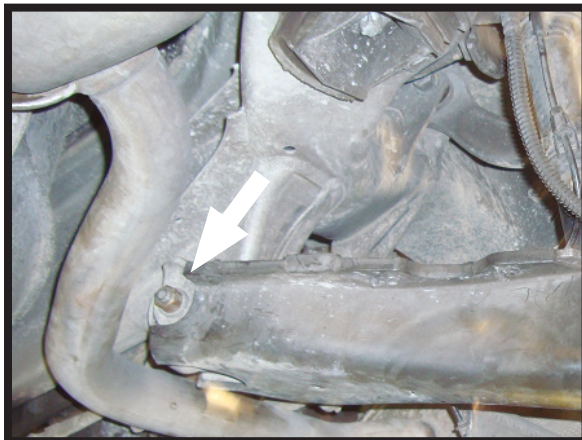

FIGURA 15
14. ALLENTARE IL DADO DEL BRACCIO INFERIORE PER CONSENTIRNE LO SPOSTAMENTO VERSO IL BASSO. (FIGURA 15)